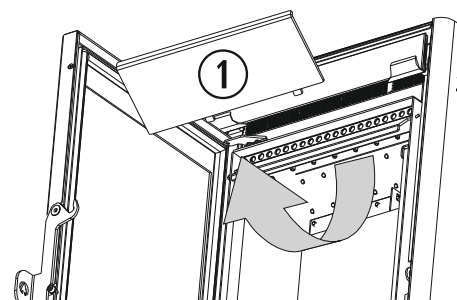

Figura 20
Se debe realizar una acción de limpieza a mayores sobre el hogar (②) de las estufas *Creta* (figura 20) y *Moon II*. Debemos empujar hacia arriba la placa superior del hogar (①), hasta desencajar las pestañas que la fijan a la placa central y tirar de ella. Al finalizar, colocamos de nuevo la placa superior asegurándonos que las patillas queden correctamente encajadas.
①	Placa superior del hogar.
②	Intercambiador de calor.